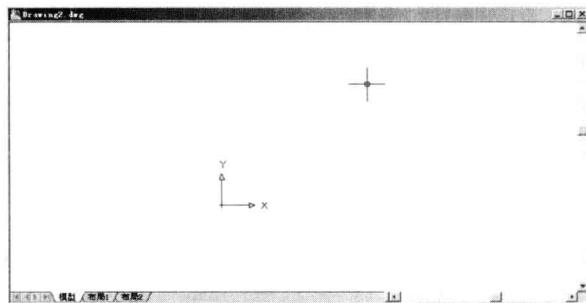

图 1-3 调整视图
**步骤(2)** 单击【标准】工具栏上的 $\text{S}$ 按钮，激活【实时平移】功能，向绘图区右上方适当调整坐标系图标的位置，结果如图 1-3 所示。